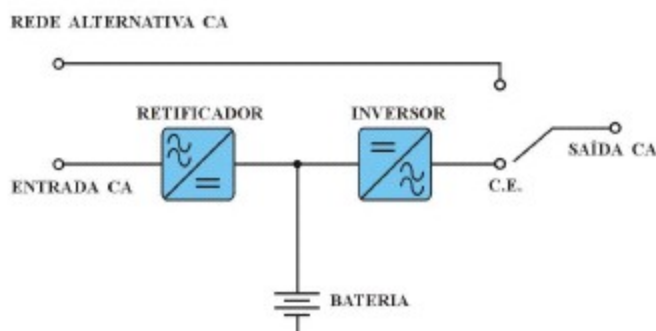

Figura 2 - No-break com Chave Estática e Rede Alternativa.
A Chave Estática (CE) é um dispositivo eletro-eletrônico que busca gerenciar a saída do equipamento, comutando entre o inversor do No-break e uma fonte de energia elétrica alternativa, visando a continuidade de alimentação da carga. Seu uso está associado a manutenções do equipamento, sobrecarga, curto-circuitos na saída, sobretemperatura ou à ocorrência de uma eventual falha. O sistema fica de acordo com a Figura 2.